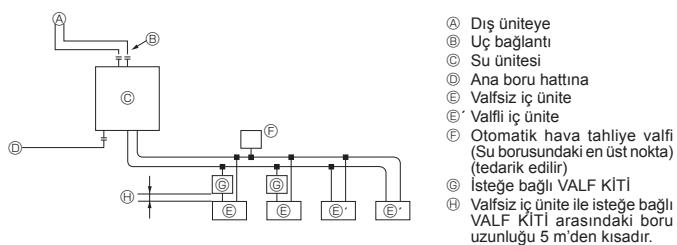

Fig. 4-7
10. Su kaynağına bağlarken lütfen [Fig. 4-7]'e bakın.